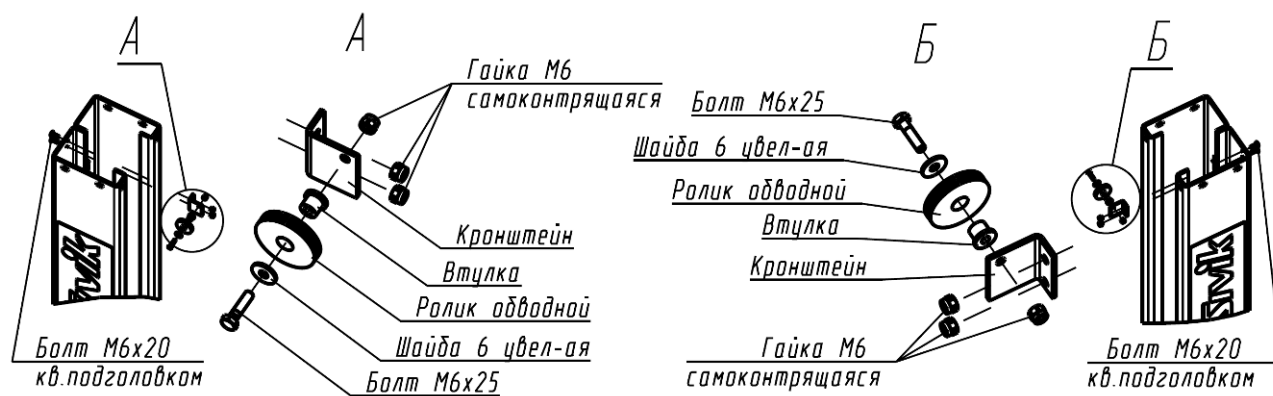

Рисунок 6.2 – Сборка и установка обводных блоков
6.3 На готовый бетонный пол (4000x1500x250мм) установить стойки 1 и 2 (убедиться, что правильно выбрано направление заезда). Предварительно собрать и установить обводные блоки тросика стопоров (рисунок 6.2)